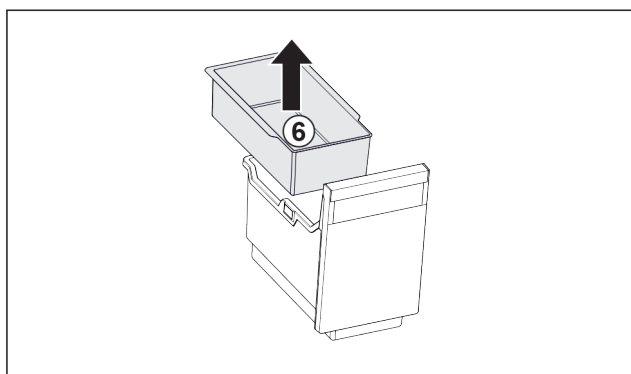

Fig. 34
- ▶ Vyjměte závěsnou misku Fig. 34 (6).